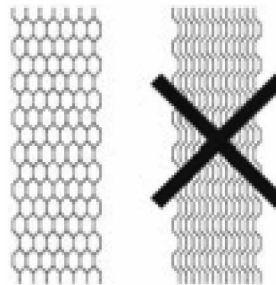

Рис.10
- При правильной сборке сложенные пластины имеют сотовидную структуру (Рис. 10).